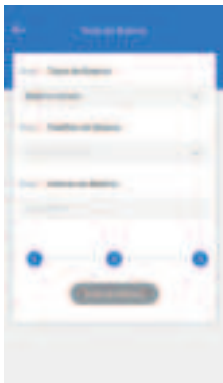

Figura 4.1.4
4. Introduza o valor da capacidade de bateria e toque em Teste de Bateria para iniciar o teste (Veja figura 4.1.4).